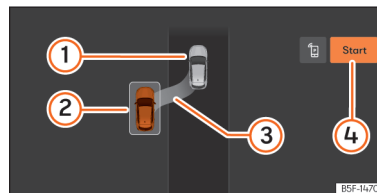
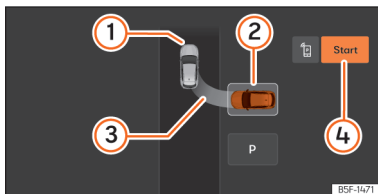

Fig. 154 No ecrã do sistema infotainment: posição para estacionar em linha.
Fig. 155 No ecrã do sistema infotainment: posição para estacionar em espinha.
- ① Próprio veículo
- ② Lugar de estacionamento detetado
- ③ Indicação da manobra proposta para estacionar
- ④ Iniciar a manobra de estacionamento
- Observe na visualização do ecrã do painel de instrumentos se se detetou o lugar como «apropriado» e se foi alcançada a posição correta para estacionar >>> **Fig. 154**, >>> **Fig. 155**. O lugar foi considerado “apropriado” se no ecrã do painel de instrumentos aparecer a indicação de estacionar ③.